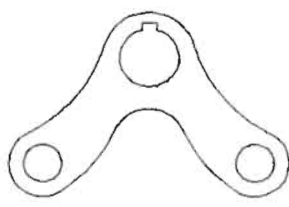

图 4-169
(4) 把2条垂直直线之间的圆弧段剪掉,生成键槽,最终效果如图4-169所示。